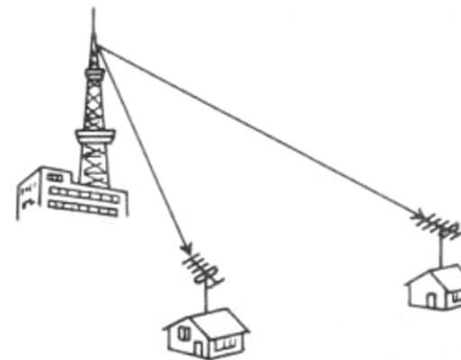

Abb.1 Direkt-Empfang
2.2 Drehknopf TUNING (3), digitale Frequenzanzeige (4) für FM und MW, Instrument TUNING FM (5) und Instrument SIGNAL/MULTIPATH (6)
Der Drehknopf TUNING dient zur Einstellung der gewünschten Rundfunkstation deren Sendefrequenz an der digitalen Frequenzanzeige FM-MHz/MW-kHz erscheint. Zur exakten Feineinstellung dient bei UKW-Empfang das Instrument TUNING FM (5). Bei genauer Abstimmung befindet sich der Zeiger in der Mitte des mittleren Segments der Skala. Das Instrument SIGNAL/MULTIPATH (6) dient in Stellung SIGNAL des Kippschalters (21) zur Anzeige der Stärke des Empfangssignales eines eingestellten MW- oder UKW-Senders. Je größer der Zeigerausschlag, um so größer ist auch das Empfangssignal (siehe Abb. 1).